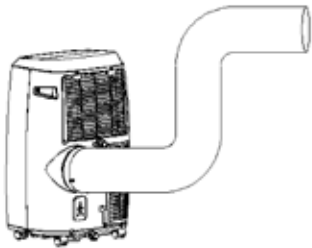

Fig. 6
- 3) Jak pokazano na rys. 6, dobrze podłączyć wąż spustowy (tylko w przypadku korzystania z modelu grzewczego).